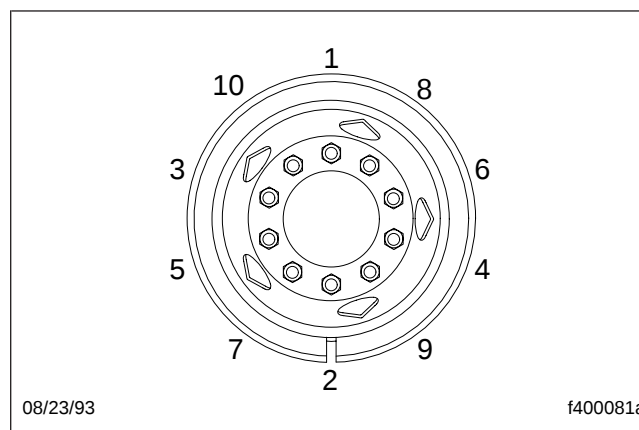
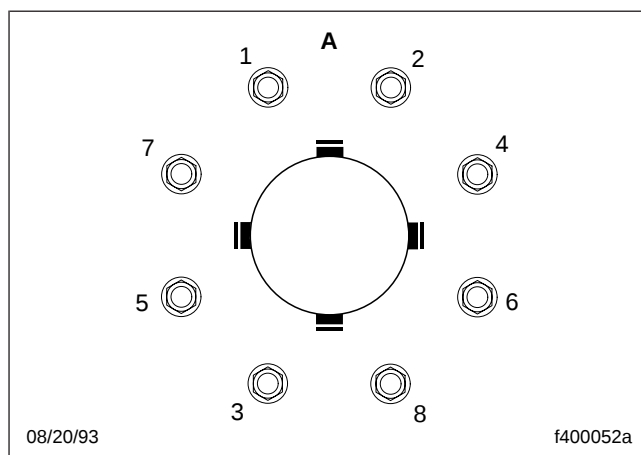

Fig. 21.4, Ordre de serrage, roues à 10 trous
Fig. 21.5, Ordre de serrage, roues à 8 trous
- 3.3 Assurez-vous que tous les écrous sont correctement serrés. Si un serrage est nécessaire, suivez l'ordre de serrage de la figure 21.4 ou de la figure 21.5.